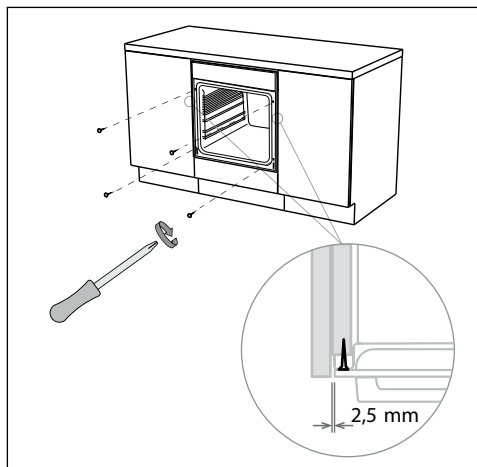

Figure 1 Fixation du four sur le meuble
- *Utilisez les vis fournies pour fixer le four sur le meuble. Ne serrez pas les vis de manière excessive. (Voir Fig. 1)*